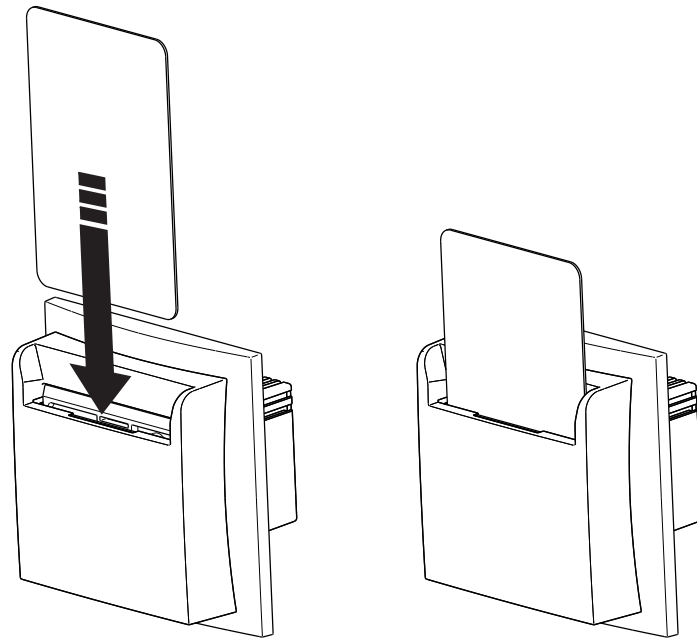

Bild 2
- Hotelcard in die Aufnahme einstecken (Bild 2).